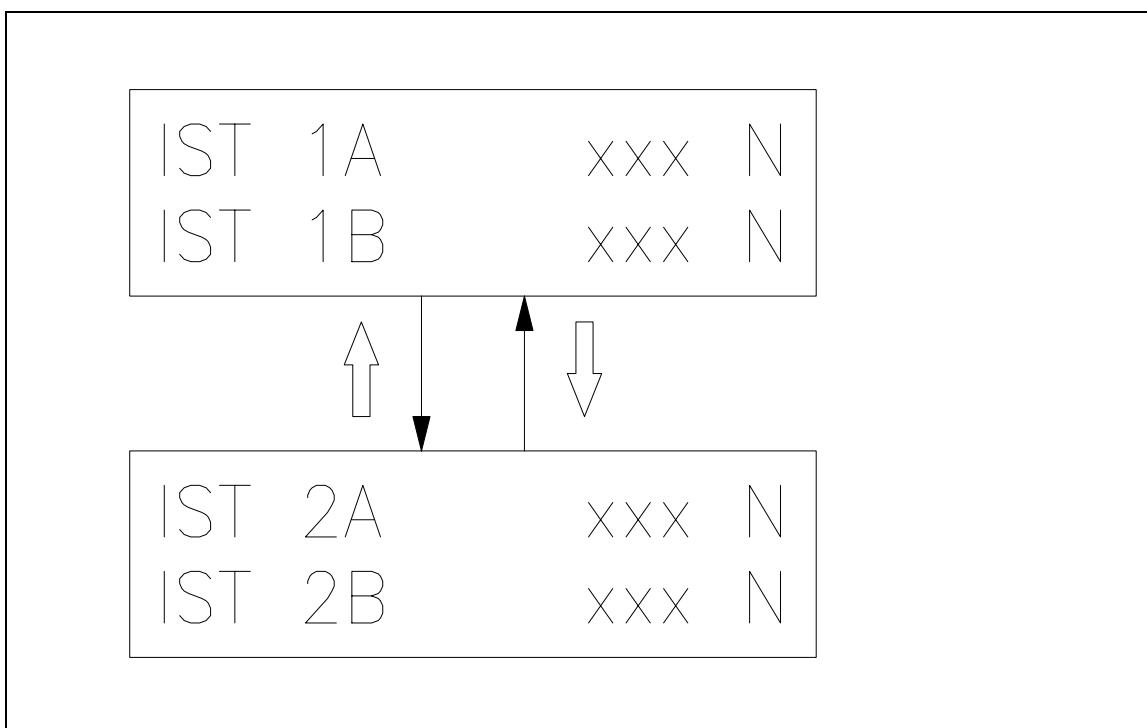

Bild 9: Umschalten zwischen den Materialzug-Istwerten
- Mit zweimaligem Drücken der Taste *Home* in die Hauptbedienebene (Bild 9) zurückschalten.